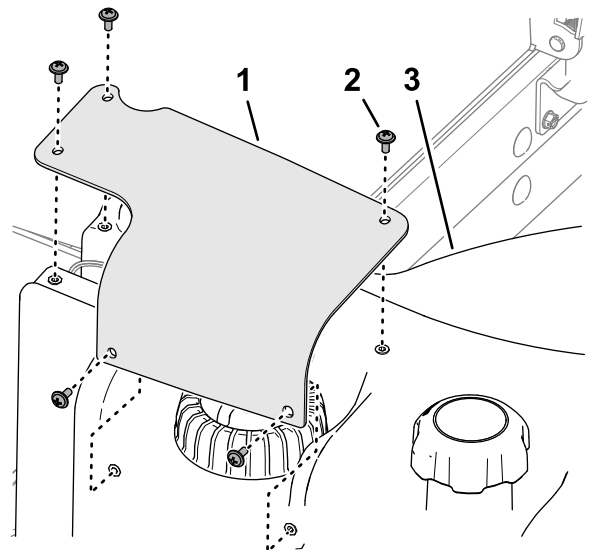

Figure 90
7. Alignez les trous du couvercle du transmetteur de niveau de carburant et les trous du réservoir de carburant, et fixez le couvercle sur le réservoir avec les 5 vis cruciformes (Figure 90).